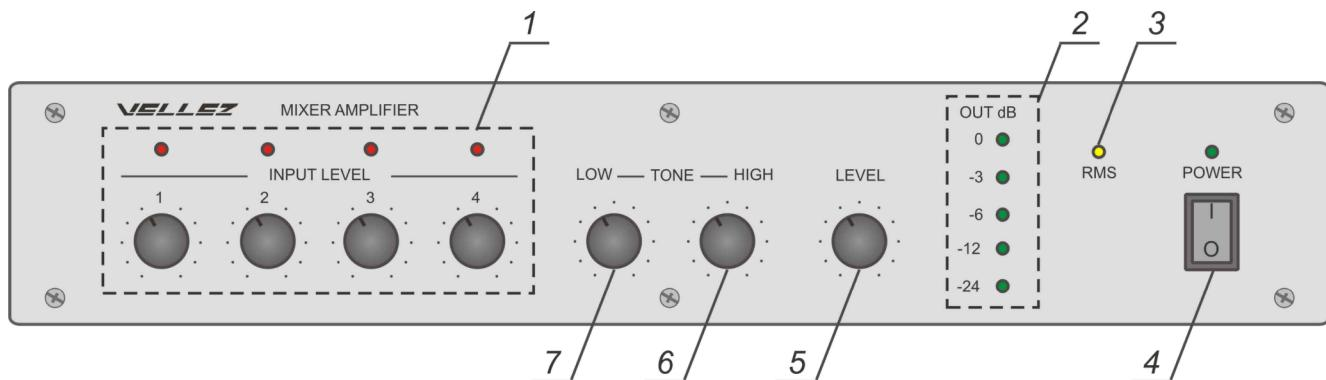

Рисунок 1
- 7.1 Размещение органов управления и индикации на передней панели усилителя приведены на рис. 1.